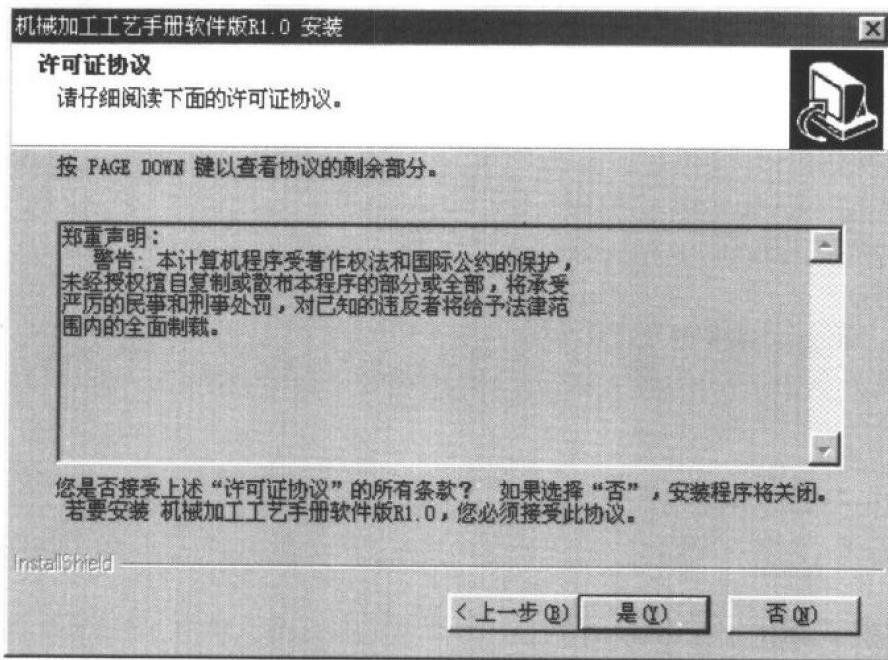

图 1.2 使用许可协议界面
3) 单击“下一步”按钮，显示关于软件使用的许可协议（图 1.2）。在用户安装协议中，说明了用户的权利和义务，在您阅读协议内容并表示同意后，进入下一步操作。